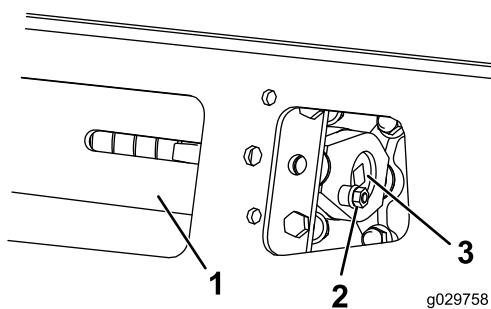
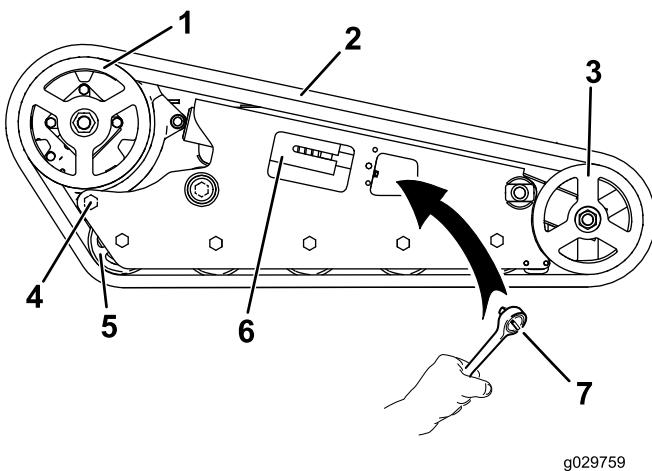

Рисунок 55
Рисунок 56
5. Совместите ближайшую выемку в натяжном винте с отверстием в зажимном болте и закрепите винт при помощи зажимного болта и гайки (Рисунок 55).
3. Отвинтите зажимной болт и гайку (Рисунок 55).
3. Используя сменную головку размером 1/2 дюйма, ослабьте натяжение привода, вращая натяжной винт по часовой стрелке (Рисунок 55 и Рисунок 56).
4. Ослабьте задний болт, расположенный возле ведущего колеса (Рисунок 56).
6. Когда гусеница будет снята с переднего катка, снимите ее с ведущего колеса и опорных катков (Рисунок 56).
7. Начиная с ведущего колеса, проложите вокруг него новую гусеницу, убедившись, что выступы на гусенице входят в зазор между проставками на колесе (Рисунок 56).
8. Протолкните гусеницу под опорные катки и одновременно между ними (Рисунок 56).